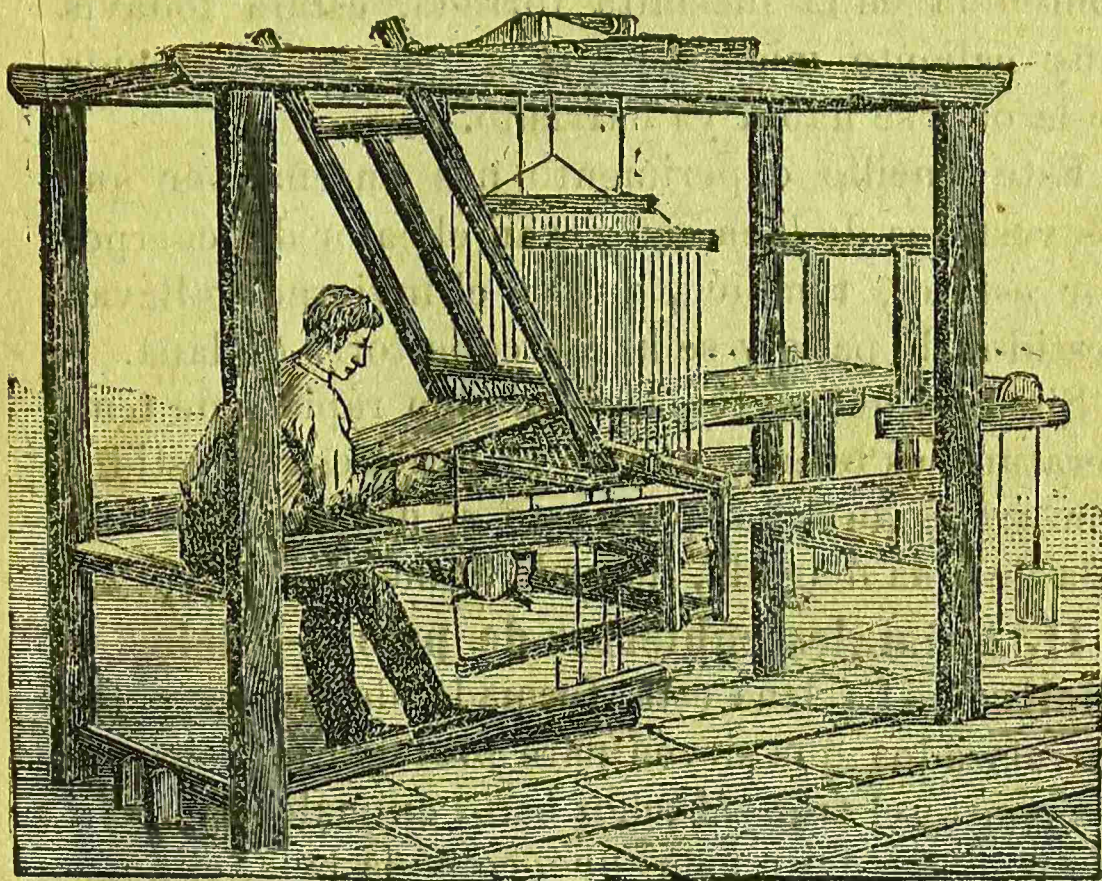

Fig. 11.
9. La lana se teje.—Estos largos hilos de lana así fabricados se venden al tejedor que hace telas con ellos. Veamos cómo trabaja. Se sienta enfrente de una máquina muy complicada. (Fig. 11.)